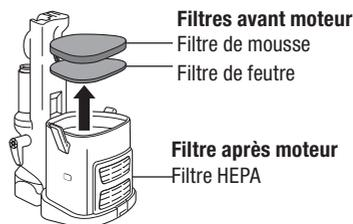

Fig. 21
- Retirez les deux filtres situés sur le bloc-moteur. **(Fig. 21)**